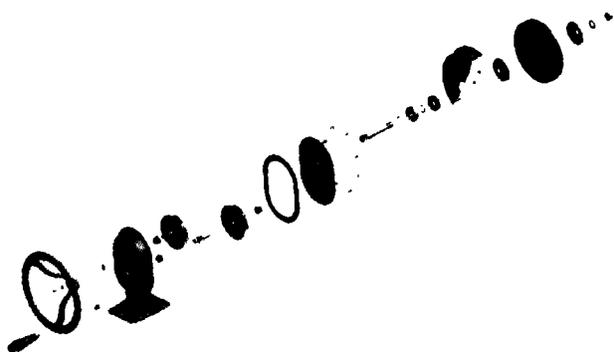

Рис. 6.12. Позиционирование деталей на чертежном виде
5. Разместите разнесенный вид, как показано на рис. 6.12.